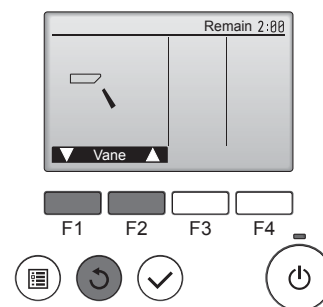

Fig. 7-7
- ① Vérifiez le volet automatique à l'aide des boutons **[F1]** **[F2]**. (Fig. 7-7)
- ② Appuyez sur le bouton  pour revenir à l'écran "Test run" (Test fonctions).
- ③ Appuyez sur le bouton .